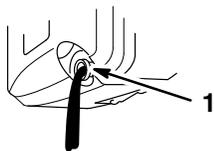

Abbildung 13
4. Den Peilstab herausziehen, den Rasenmäher auf die linke Seite kippen und das Öl aus dem Öleinfüllrohr in einen geeigneten Behälter ablaufen lassen (Abb. 13).